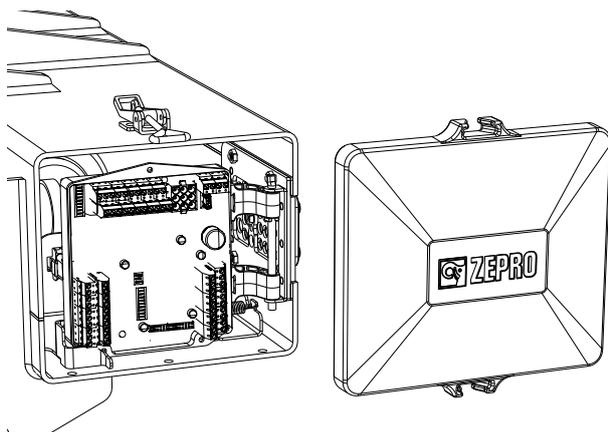

Figure 19. Démontez le capuchon de protection
2. Retirez le couvercle de protection maintenu par un tendeur en caoutchouc, voir Figure 19.